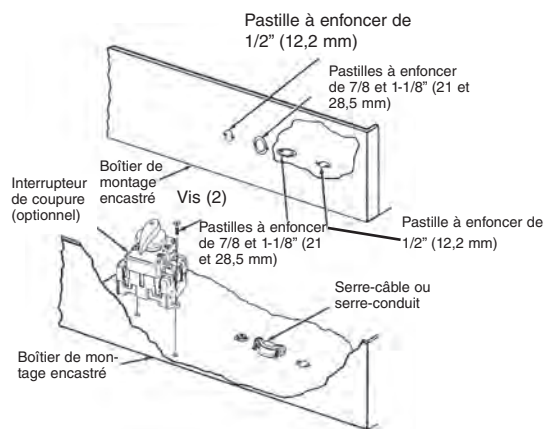

Figure 6
- Enlevez le boîtier de montage encastré (Figure 6) du carton contenant l'enceinte de montage encastré, de type REA.
- Enfoncez l'une des pastilles et installez-y un serre-câble ou serre-conduit (Figure 6).
- Installez l'interrupteur de coupure optionnel (si nécessaire) comme c'est montré en Figure 6.